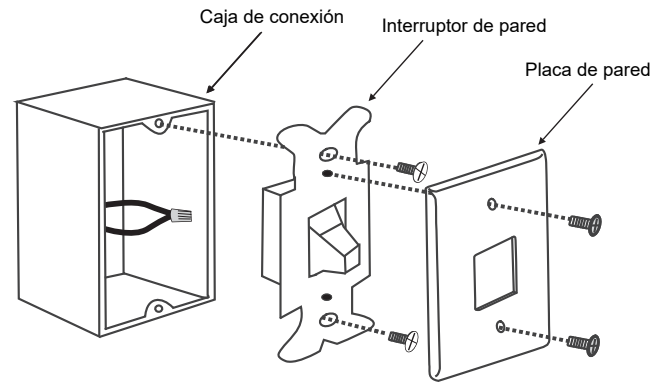

Fig. 23
Paso 1. Retire la placa de pared preexistente y el interruptor de pared de la caja de conexión preexistente. Desconecte los cables del interruptor. Conecte los cables NEGROS (calientes) y empuje los cables hacia atrás dentro de la caja de conexión en la pared (**Fig. 23**). O seleccione una ubicación deseada con una nueva caja de conexión en la pared.